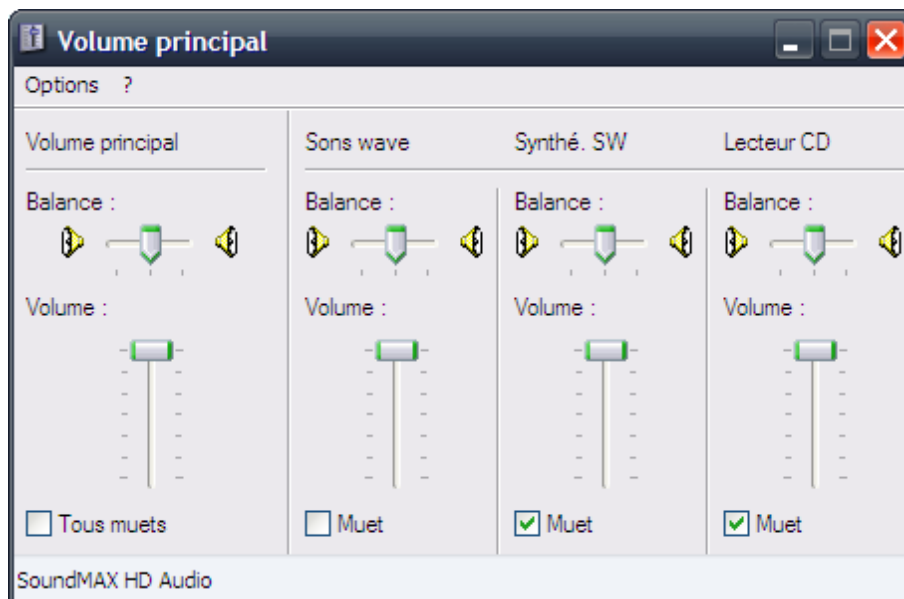

Fig 1.1
- 1) Dans le dialogue ARTA « Audio device setup » cliquer le bouton « Control panel » qui ouvre la fenêtre Windows « Volume Principal» cf figure 1.1
- 3) De retour dans l'écran « Volume Principal» , mettre le niveau « Volume Principal» et « Sons Wave» au maximum, et mettre les autres en muet. Cf figure 1.1